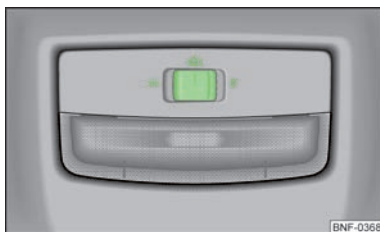

Fig. 25
- Tryk kontakten til position  » Fig. 25.
- Tryk kontakten til position **O** » Fig. 25.